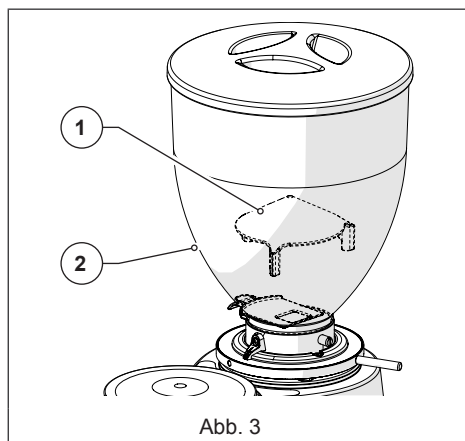

Abb. 3
- **Pilz für Eindringenschutz am Kaffee-Einlauftrichter (Abb. 3)**